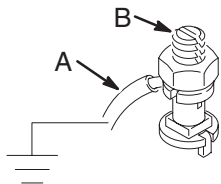

Abb. 1
Zur Erdung des Rührwerks ist ein Ende des Erdungsdrahtes (A) mit dem Erdungsstecker (B) am Rührwerk zu verbinden. Siehe Abb. 1. Das andere Ende des Erdungsdrahtes mit einem guten Massepunkt verbinden.